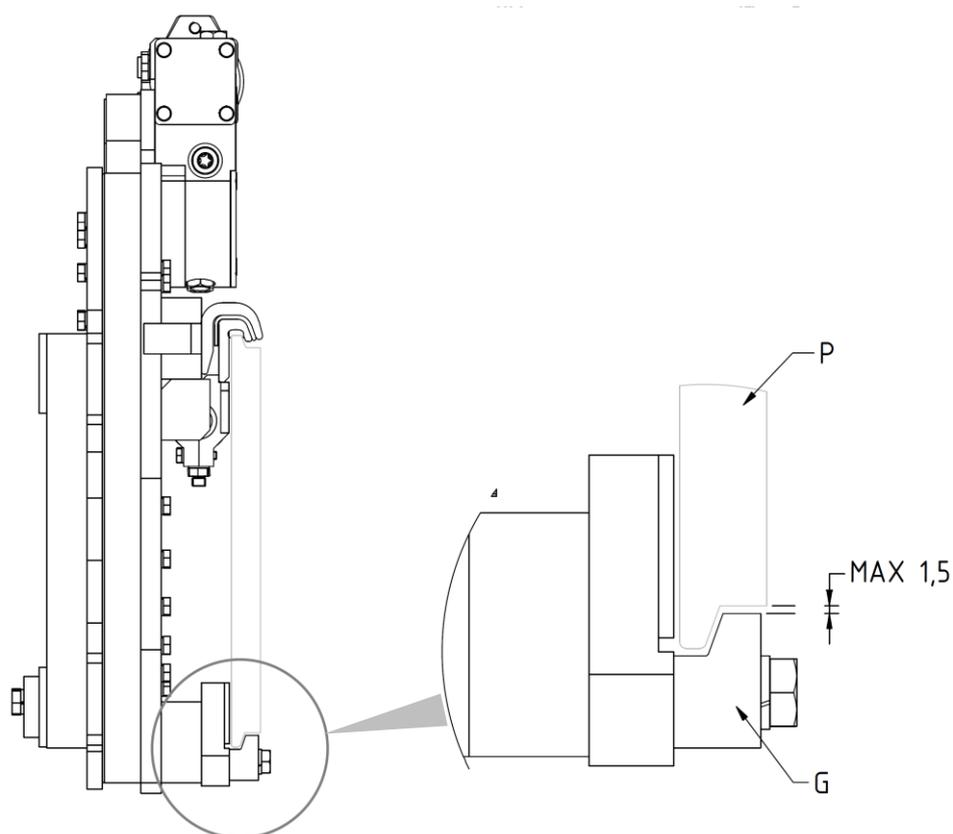

Figura 11
8. Atornillar los dos ganchos inferiores **G** para que su cuerpo quede enganchado debajo a la placa porta horquillas **P** (con un juego máximo de 1,5 mm, mira *Figura 11*), apretando con el par de apriete indicado en la *Tabla 4*.